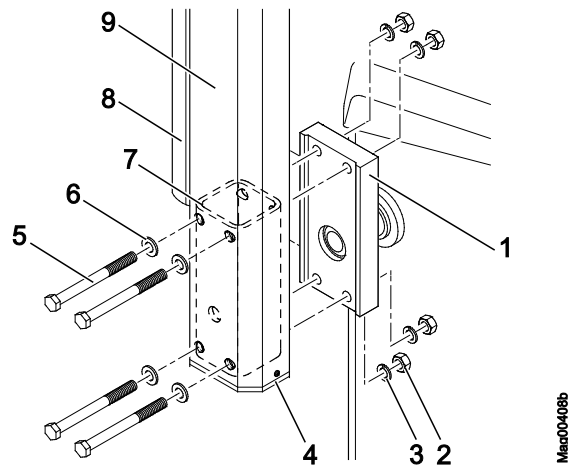

Рис. 23: Монтаж стрелы шлагбаума
5. Вставить квадратную трубу со стороны фланца в брус шлагбаума, как показано на рисунке Рис. 23.